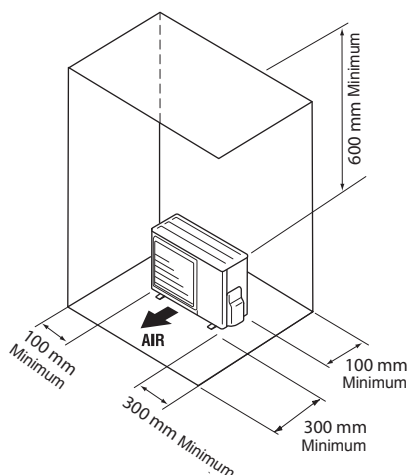

Abbildung 12 - Installationsmindestfreiräume um die Außeneinheit
- ☞ Die Außeneinheit darf nur im Freien installiert werden. Wenn ein Unterstand erforderlich ist, muss er große Öffnungen auf allen 4 Seiten besitzen und die Installationsfreiräume gestatten (Abbildung 12).
- Die Einheit muss für Installations- und spätere Wartungsarbeiten perfekt zugänglich sein (Abbildung 12).
- Die Luftzirkulation durch den Verdampfer und am Ventilatorausgang darf durch nichts behindert werden (Abbildung 12).